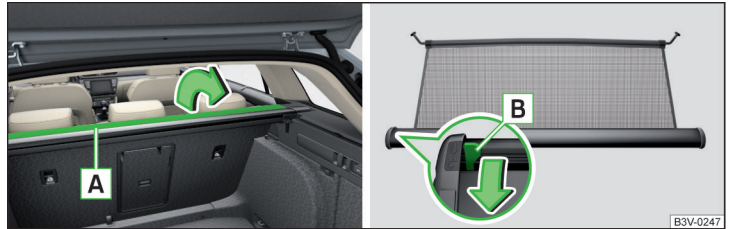

Abb. 162 Teil der aufrollbaren Gepäckraumabdeckung aufklappen / Entriegelungshebel
- › Den Teil **A** der aufrollbaren Gepäckraumabdeckung in Pfeilrichtung aufklappen » **Abb. 162**.
- › Den Teil **A** der aufrollbaren Gepäckraumabdeckung entgegen der Pfeilrichtung zurückklappen » Abb. 162.
- › Den Teil **A** der aufrollbaren Gepäckraumabdeckung in Pfeilrichtung aufklappen » Abb. 162.
Sollte die Netztrennwand beim Herausziehen blockieren, dann den Entriegelungshebel **B** in Pfeilrichtung drücken » Abb. 162.